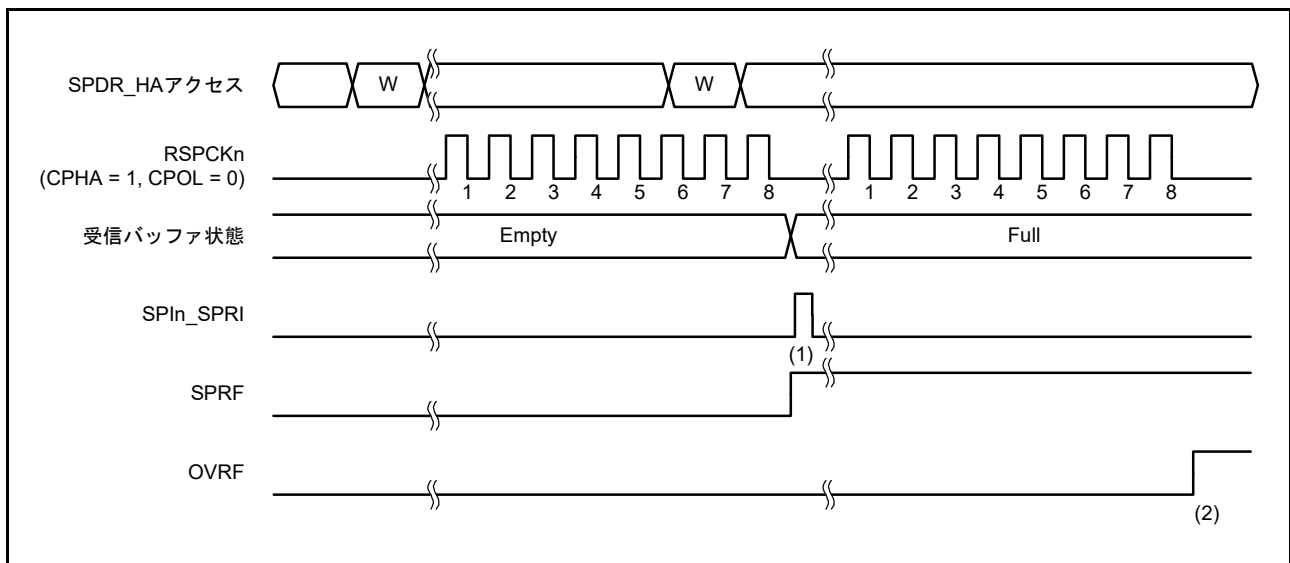
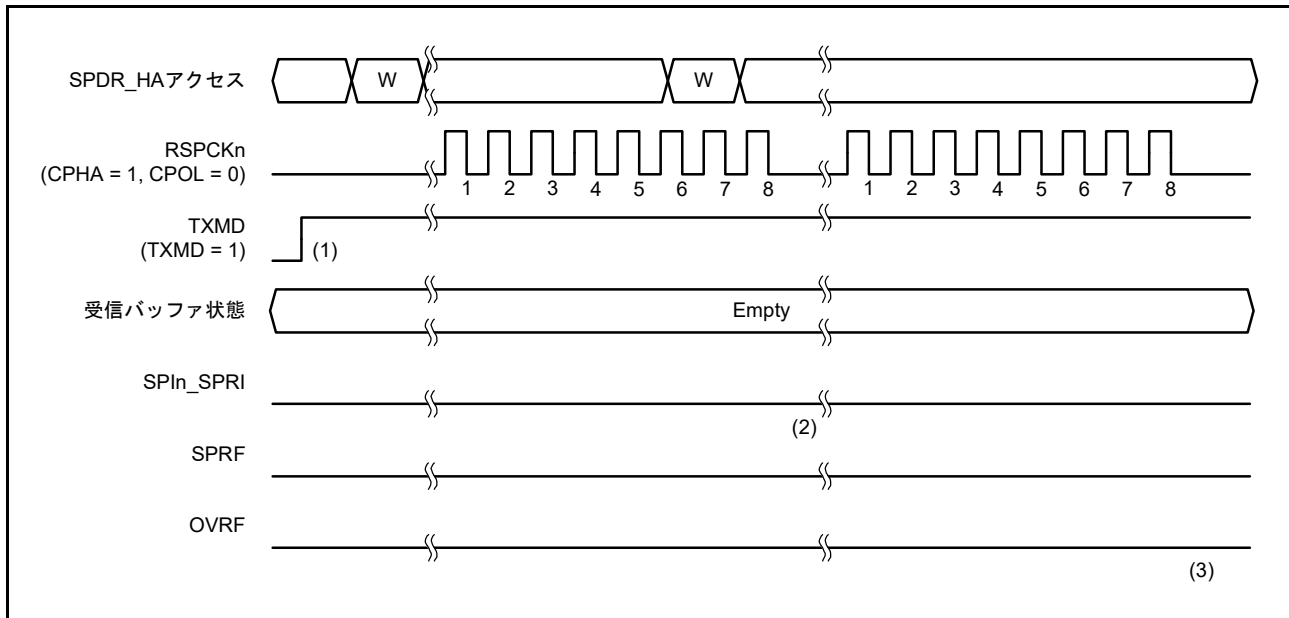

図 32.28 SPCR.TXMD = 0 の動作例
図 32.29 SPCR.TXMD = 1 の動作例
通信動作モード選択ビット (SPCR.TXMD) の設定により、全二重同期式シリアル通信または送信のみの動作が選択できます。図 32.28、図 32.29 に記載のレジスタアクセスは、SPDR/SPDR\_HA レジスタへのアクセス状況を示しています。W は書き込みサイクルを示しています。
図 32.28 に、通信動作モード選択ビット (SPCR.TXMD) を 0 にした場合の動作例を示します。この例では、SPI0 の場合は SPDCR.SPFC[1:0] ビットが 00b、SPCMDm.CPHA ビットが 1、SPCMDm.CPOL ビットが 0 の設定で、SPI1 の場合は SPCMD0.CPHA ビットが 1、SPCMD0.CPOL ビットが 0 の設定で、SPI が 8 ビットのシリアル転送を実行しています。RSPCKn 波形の下に記載した数字は、RSPCK サイクル数 (例：転送ビット数) を示しています。
以下に、図 32.28 の (1)、(2) に示したタイミングでのフラグ動作を説明します。
- (1) SPDR\_HA レジスタの受信バッファが空の状態ではシリアル転送が終了すると、SPI は受信バッファフル割り込み要求 (SPIn\_SPRI) を発生させ、SPSR.SPRF フラグを 1 にして、シフトレジスタの受信データを受信バッファにコピーします。
- (2) SPDR\_HA レジスタの受信バッファに以前のシリアル転送の受信データがある状態でシリアル転送が終了すると、SPI は SPSR.OVRF フラグを 1 にしてシフトレジスタの受信データを破棄します。
図 32.29 に、通信動作モード選択ビット (SPCR.TXMD) を 1 にした場合の動作例を示します。この例では、SPI0 の場合は SPDCR.SPFC[1:0] ビットが 00b、SPCMDm.CPHA ビットが 1、SPCMDm.CPOL ビットが 0 の設定で、SPI1 の場合は SPCMD0.CPHA ビットが 1、SPCMD0.CPOL ビットが 0 の設定で、SPI が 8 ビットのシリアル転送を実行しています。RSPCKn 波形の下に記載した数字は、RSPCK サイクル数 (例：転送ビット数) を示しています。
以下に、図 32.29 の (1) ~ (3) に示したタイミングでのフラグの動作内容を説明します。
- (1) 送信のみモード (SPCR.TXMD = 1) へ遷移する前に、受信バッファにデータが残っていないこと (SPSR.SPRF = 0)、および SPSR.OVRF フラグが 0 であることを確認してください。
- (2) SPDR\_HA レジスタの受信バッファが空の状態ではシリアル転送が終了すると、送信のみモード (SPCR.TXMD = 1) を選択している場合、SPSR.SPRF フラグは 0 を保持し、SPI はシフトレジスタのデータを受信バッファへコピーしません。
- (3) SPDR\_HA レジスタの受信バッファに以前のシリアル転送の受信データは存在しないため、シリアル転送が終了しても、SPSR.OVRF フラグは 0 を保持し、シフトレジスタのデータを受信バッファへコピーしません。